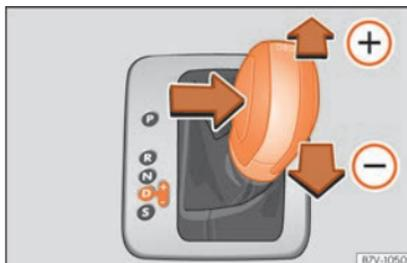

Fig. 242 Alavanca seletora na posição Tiptronic [veículos com volante à esquerda]. Os veículos com o volante à direita estão dispostos de forma simétrica.
- Pressione a alavanca para a frente **+** ou para trás **-** para engrenar uma mudança mais alta ou mais baixa » **Fig. 242**.